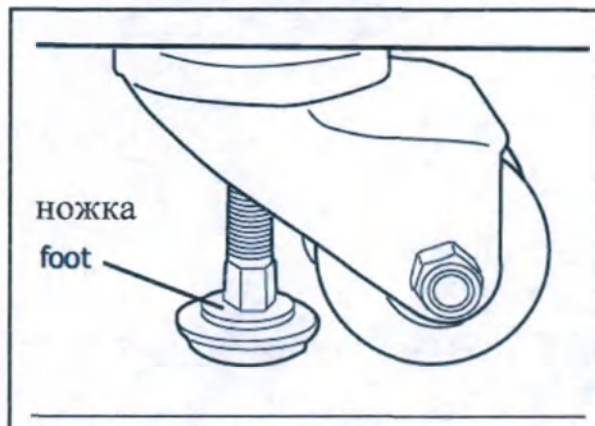

рисунок 4: работа с роликами
- Все приборы оснащены выравнивающими роликами. Как только блок находится в своем окончательном положении, ножку, встроенную в ролик необходимо вывинтить, чтобы опустить прибор на пол и предотвратить его дальнейшие передвижения. Поворачивайте ручку до тех пор, пока ролик не окажется на одном уровне с землей (рисунок 4).